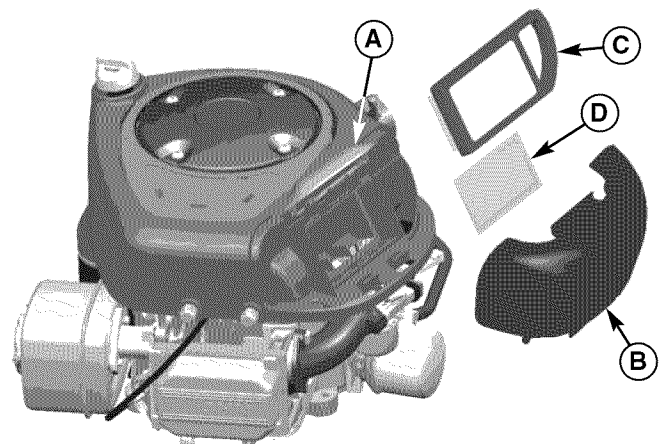

Figura 32. Mantenimiento del filtro de aire
2. Remueva la cubierta (B). Remueva el filtro (C, Figura 32) y el prepurificador (D).
3. Instale el prepurificador (D) con la malla hacia arriba. Instale el filtro (C) como se muestra.
4. Instale la cubierta (B, Figura 32) asegurándose que las lengüetas queden insertadas en las ranuras. Asegúrela con el sujetador (A).